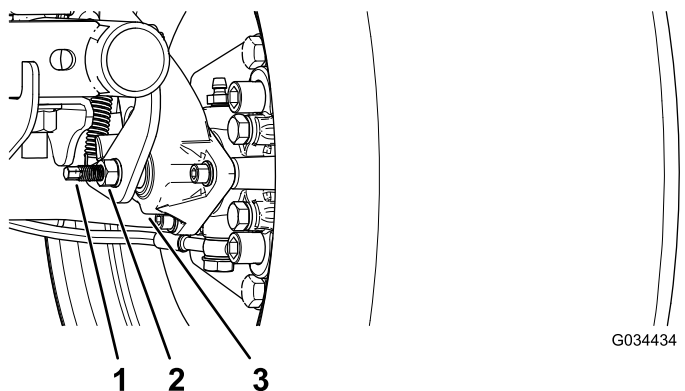

Figura 53
3. Utilizzando 2 chiavi, mantenete fermo il montante di regolazione sulla pinza con una chiave e allentate il controdado di 1/4 di giro con l'altra chiave (Figura 53).
4. Tenendo fermo il montante di regolazione e il controdado, girate il montante di regolazione per serrarlo (Figura 53).
5. Tenendo fermo il montante di regolazione e il controdado, allentate di 1/4 di giro (Figura 53).
6. Tenendo fermo il montante di regolazione e il controdado, serratelo (Figura 53).